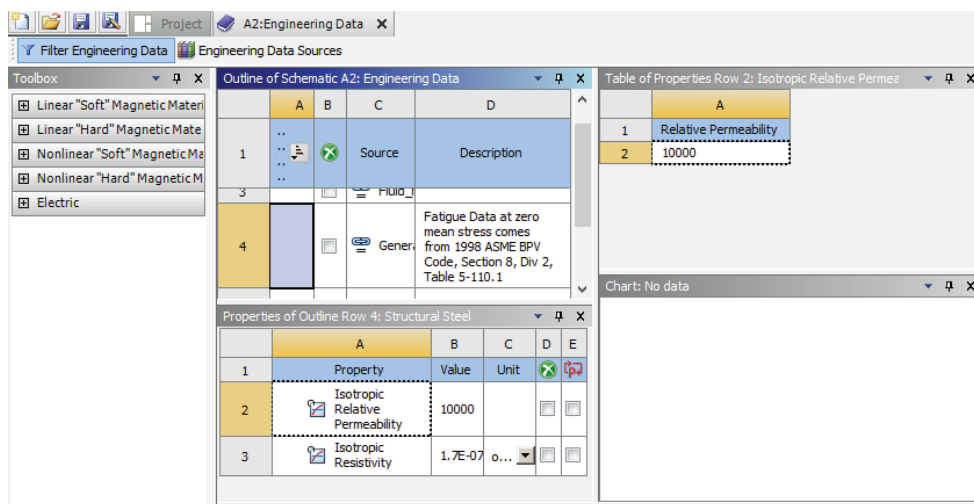

图 23-2 工程数据界面
1) 双击项目 A 中的 A2 栏 Engineering Data 项，进入如图 23-2 所示的材料参数设置界面，在该界面下即可进行材料参数设置。